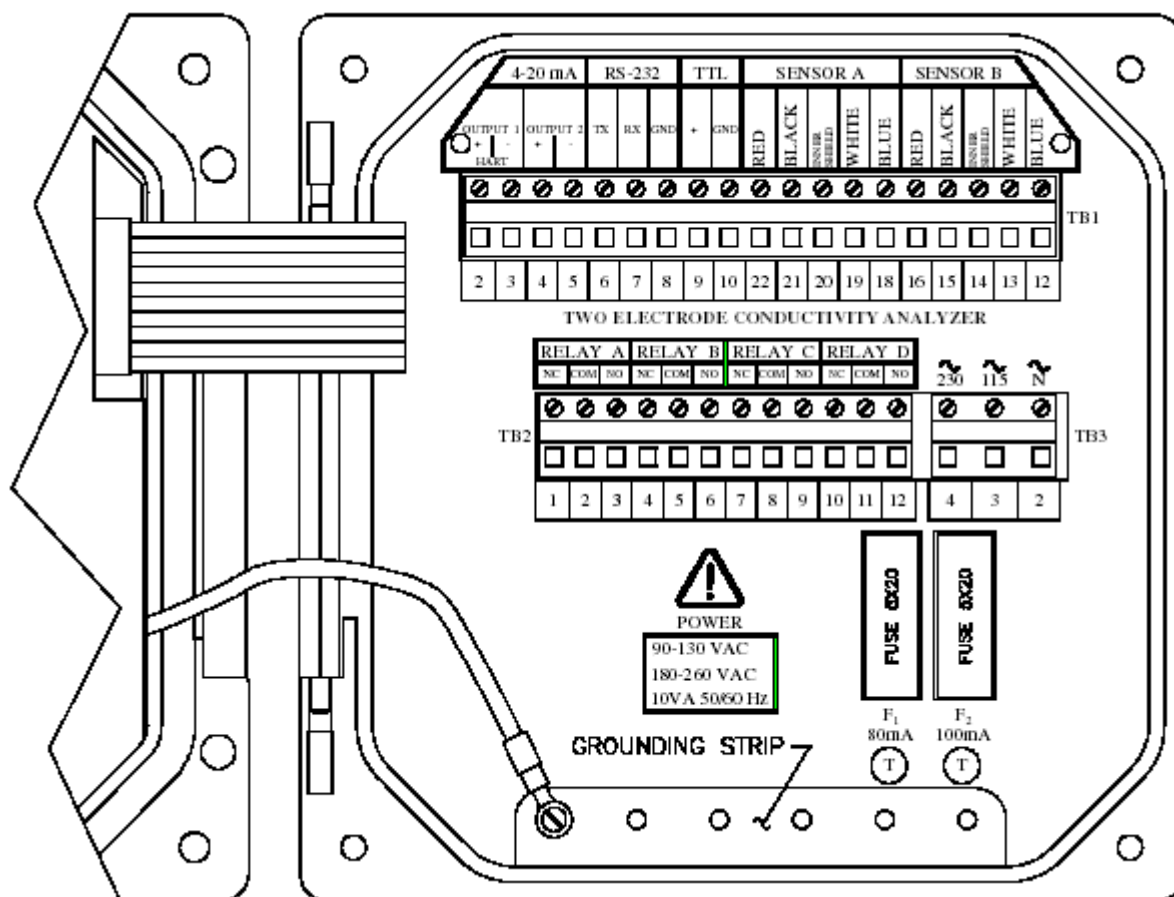

图 2-3 序列号前缀为“B”的测定仪的接线端标识
- 对于序列号前缀为“B”的测定仪, 连接到箱体底部的接地带 (5 个开孔, 如图 2-3 所示)。